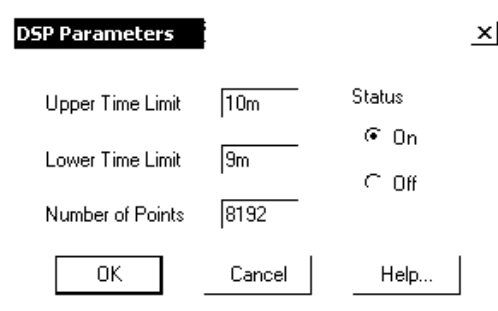

Рис. 4.14. Окно задания интервала времени для спектрального анализа
**DSP Parameters** — открытие диалогового окна DSP (Digital Signal Processing — цифровая обработка сигналов), в котором задаются границы интервала времени для расчета спектральных плотностей (Upper Time Limit, Lower Time Limit) и количество отсчетов Number of Points (должно быть в точности равно степени числа 2 в интервале от 64 до 8192). Заданные значения принимаются во внимание, если в графе Status нажать кнопку On (см. рис. 4.14). Эти данные необходимы для того, чтобы при расчете спектров периодических процессов выделить на участке установившегося режима интервал времени, равный целому числу периодов первой гармоники. См. примеры спектрального анализа в схемных файлах **US-BJT\_O3\_STEND, FFT1, FFT3, FFT4, FFT5, FFT7** из каталога Analysis\Harmonic Analysis;